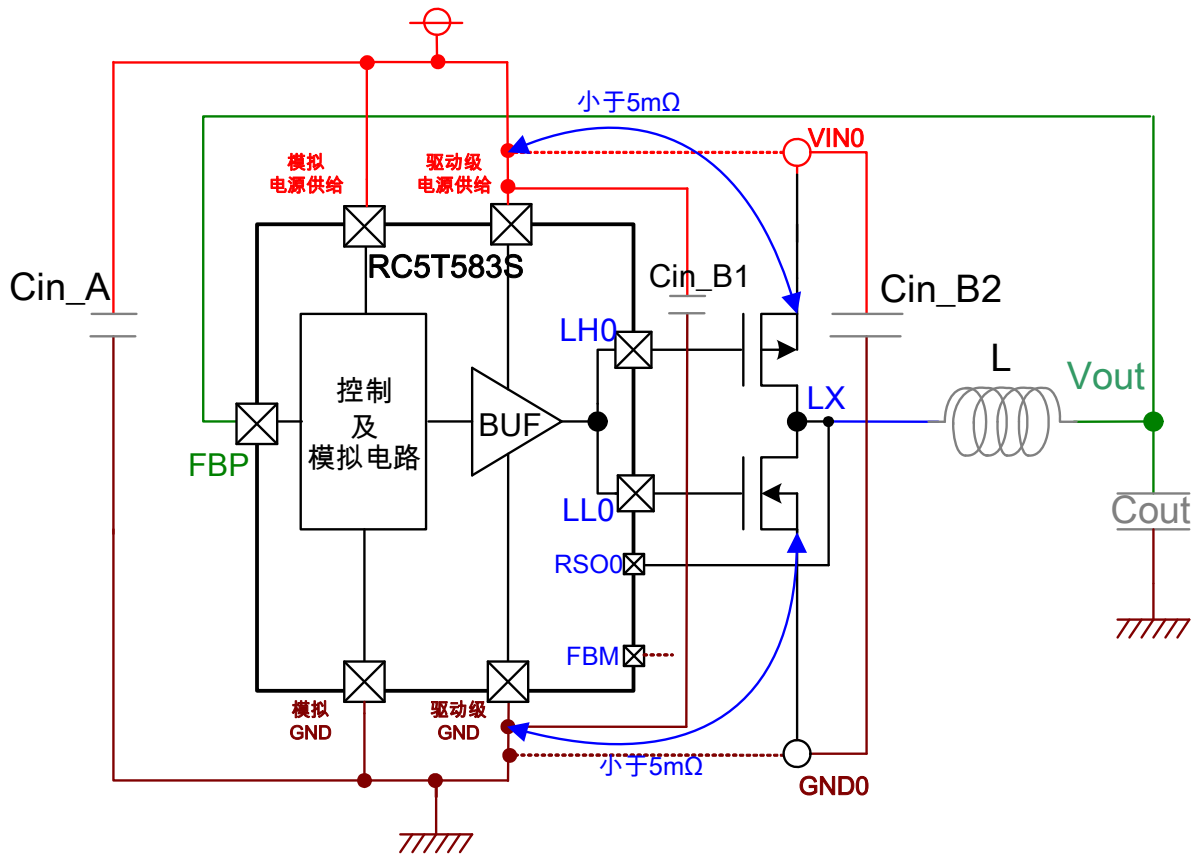

图.1-6: DCDC0 简要电路图
- (1) FET 管的电源供给走线及 GND 走线请采用较小的阻抗(RC5T583S: 5mΩ 或更小, 图. 1-6: 蓝色线)。
- (2) 请将用于外部 FET 管的 VIN0 的滤波电容, 放置在尽量靠近外部 FET 管的地方。